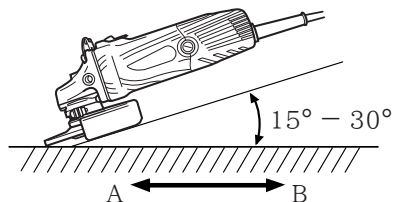

图 1
切勿将砂轮的全表面施加于要研磨的材料上。如图 1 所示，机器应保持 $15^\circ - 30^\circ$ ，使砂轮的外缘以最佳角度与工件相接触。
3. 用新砂轮首次进行研磨时，应将角向磨光机由对面横过工件往操作人员这边拉，以免挖入工件（图 1 的 B 方向）。等砂轮的前缘适当磨损后，就可往任何方向进行研磨。